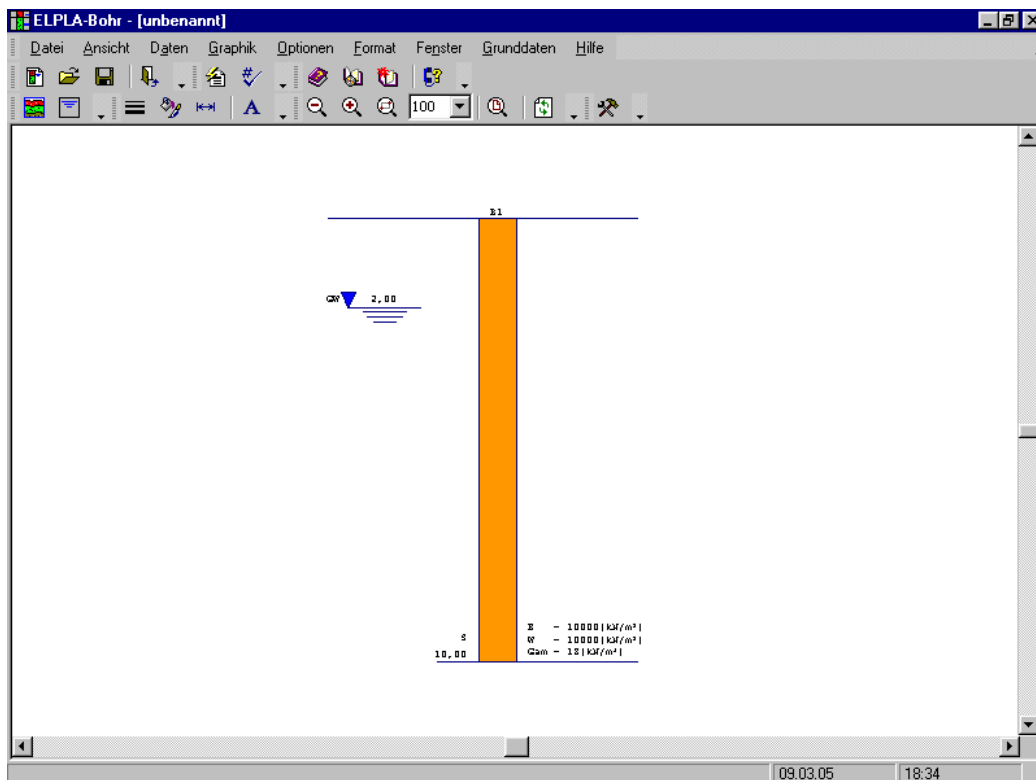
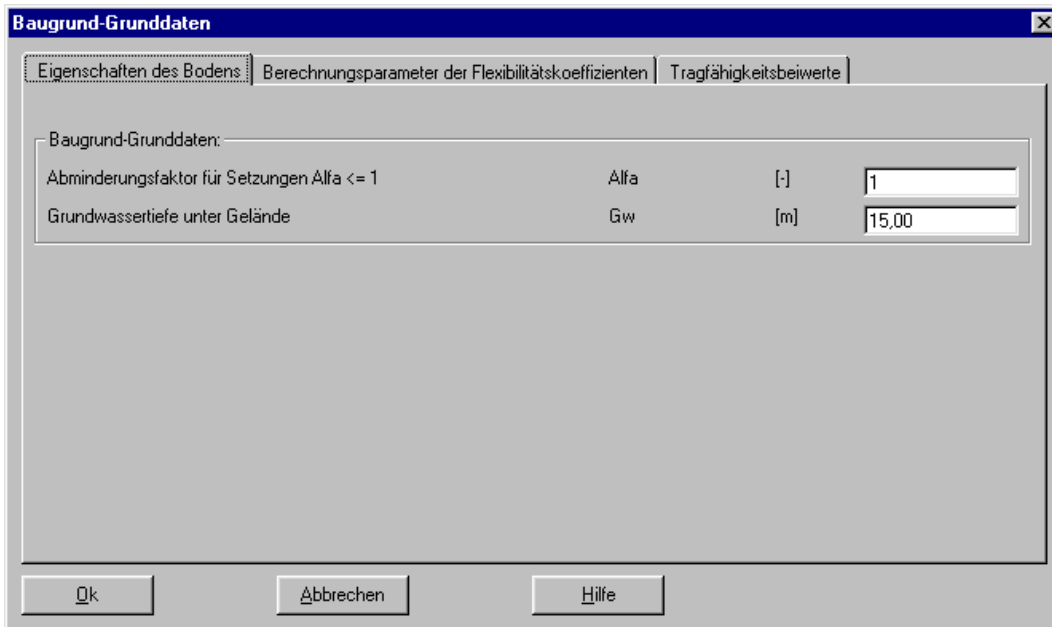

Bild 3-13 Unterprogramm *ELPLA-Bohr* mit einem Standardbohrprofil
Bild 3-19 Dialogfeld "Baugrund-Grunddaten"
- Wählen Sie "Baugrunddaten" aus dem "Daten"-Menü des *ELPLA-Daten*-Fensters. Das folgende Unterprogramm im Bild 3-13 erscheint mit einem Standardbohrprofil
- Wählen Sie den Befehl "Baugrund-Grunddaten" aus dem "Daten"-Menü im Bild 3-13. Das folgende Dialogfeld im Bild 3-19 erscheint
- Hier geben Sie den Abminderungsfaktor für die Setzung  $\alpha$  [-], *Poissonzahl* des Bodens  $\nu_s$  [-] und Grundwassertiefe unter Gelände  $G_w$  [m] ein, wie im Bild 3-19 gezeigt
- Klicken Sie auf "OK" im "Baugrund-Grunddaten"-Dialogfeld im Bild 3-19